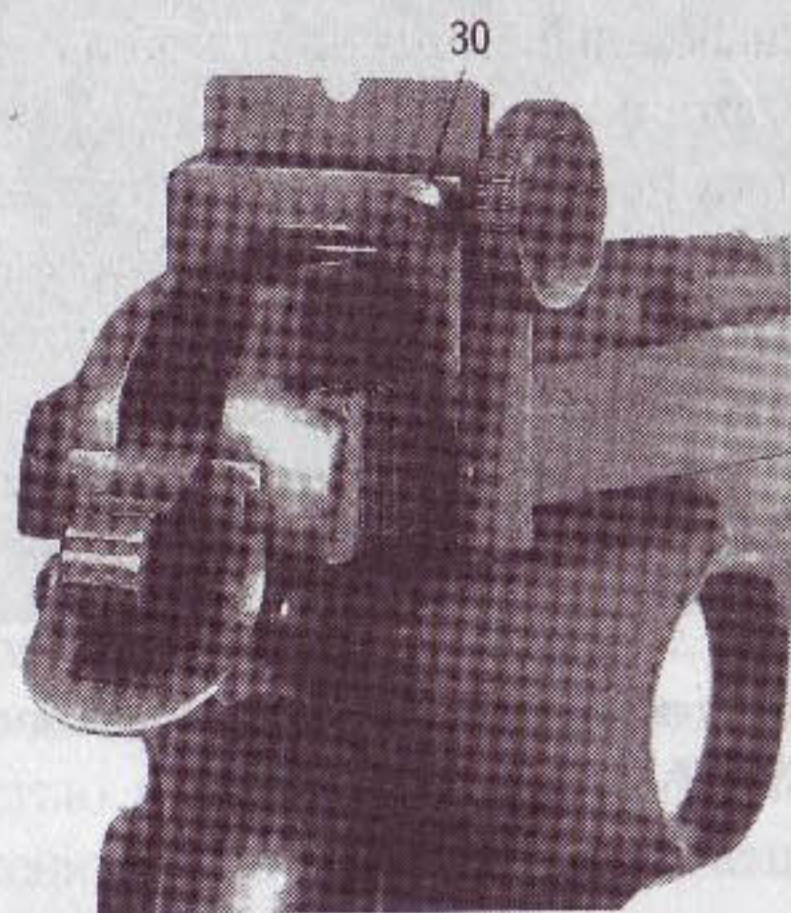
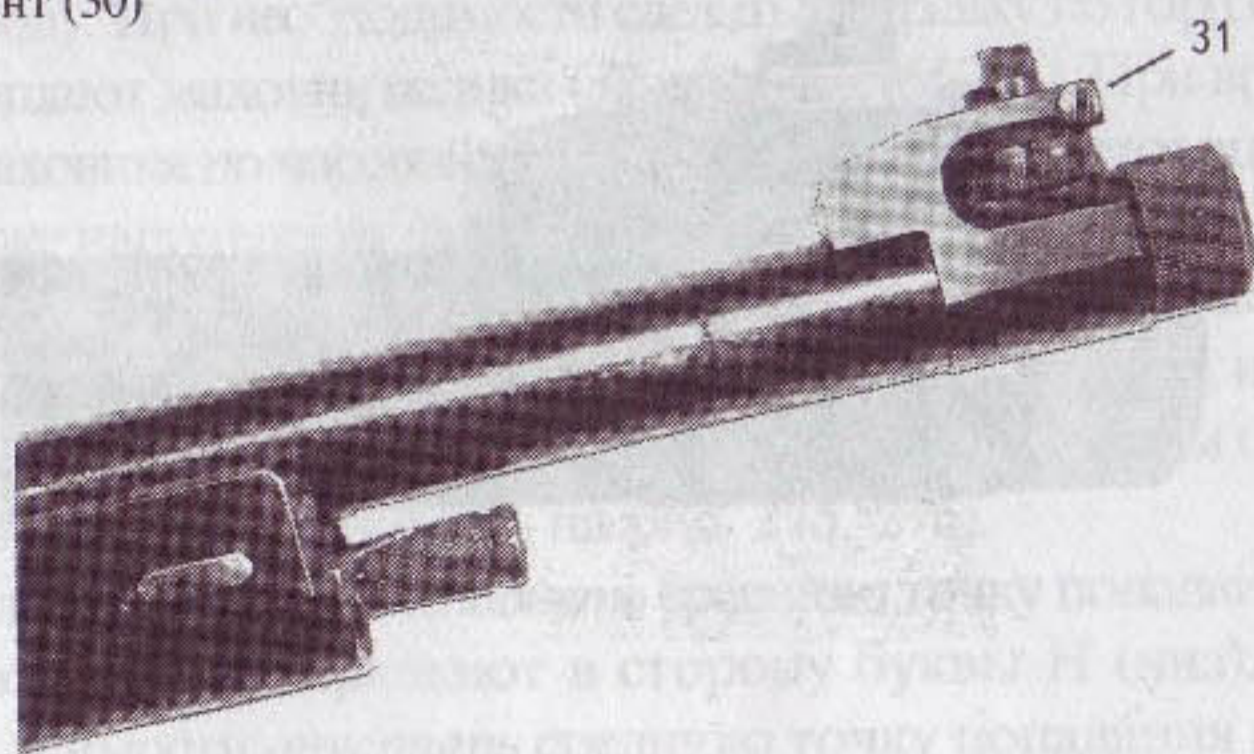

Рис. 282. Перед введением горизонтальной поправки отпустить стопорный винт (30)
Рис. 283. Перед введением вертикальной поправки отпустить стопорный винт (31)
**Внимание!** Перед введением поправок не забывайте отпустить стопорные винты на целике (30 на рис. 282) и на основании мушки (31 на рис. 283).